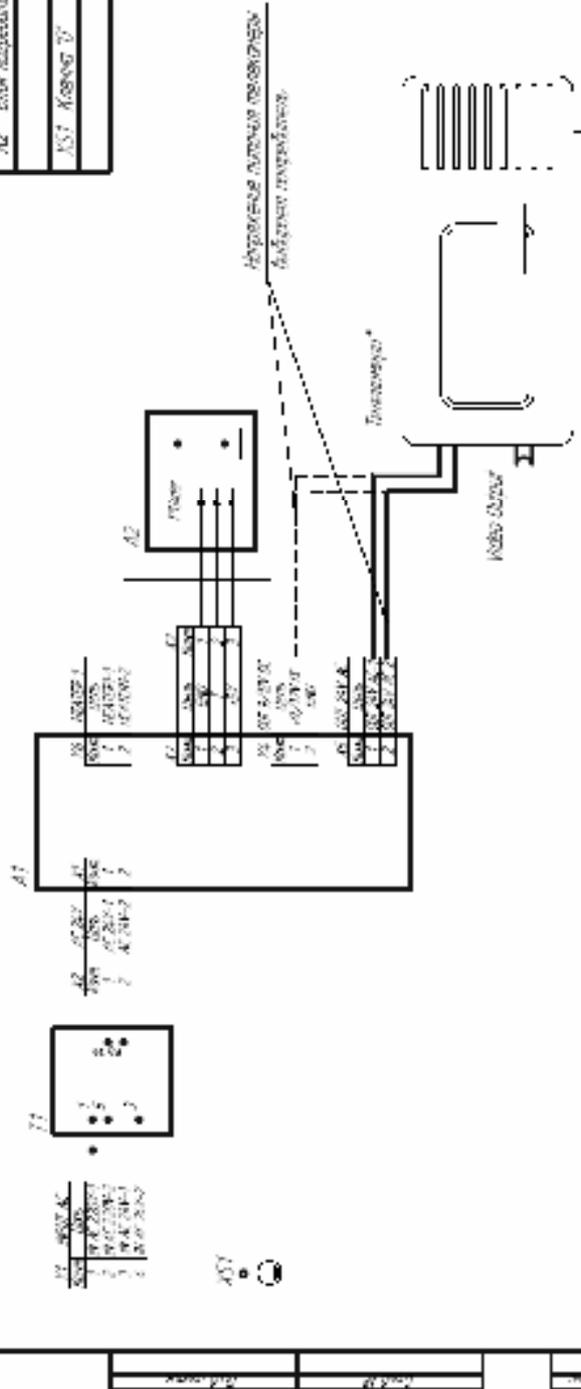

Рисунок 4 – Схема электрических соединений термокожуха SVS32 (AWH32).
1.3.1 В термокожухе АWH32 используется схема непосредственного обогрева корпуса телекамеры. Блок нагревателей А3 (см. рисунок 4) устанавливается на верхнюю часть корпуса телекамеры. В состав блока нагревателей входит полупроводниковый датчик температуры, который вместе с оптореле блока управления А2 управляет работой нагревательных элементов.
2.1.1 *Настройку и монтаж телекамеры в термокожухе осуществляйте в сухом отапливаемом помещении. Используйте при этом Руководство по эксплуатации термокожуха SVS32 (см. Приложение А) и схему электрических соединений (рисунок 4).*